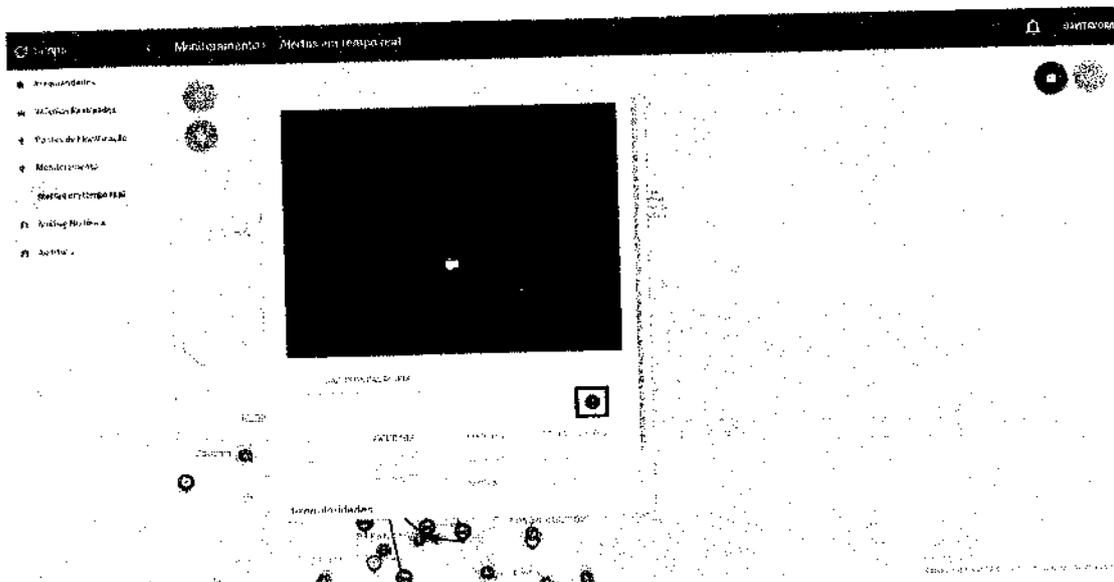

Figura 27 – Detalhes do alerta
7. **Visualização de dados de um alerta.** Após apresentação de um novo alerta ou através de consulta histórica, é possível verificar as informações de um alerta clicando no marcador presente no mapa. Serão apresentadas as seguintes informações: *Imagem captura, Data/hora da ocorrência, irregularidade(s) detectada(s), placa, marca e modelo do veículo, velocidade medida, endereço da ocorrência, sentido* (*Figura 27*). Nessa tela, também é possível classificar o alerta como um “falso positivo” (*situação em que, por algum motivo, a placa da imagem diverge da placa rastreada*) clicando no ícone indicado na *Figura 27*.